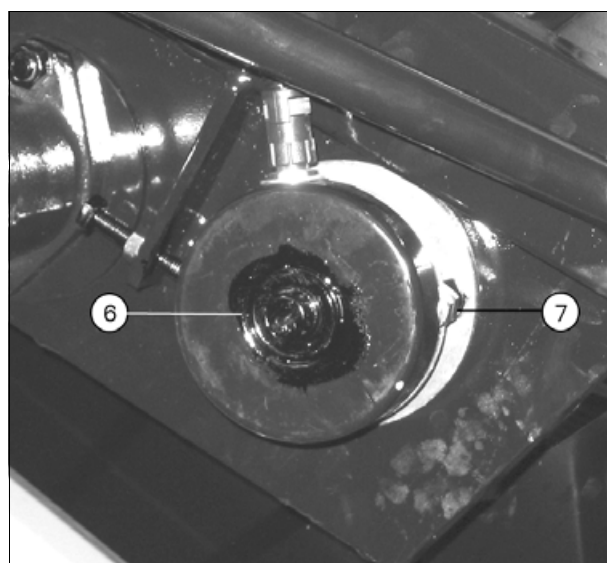

Рис. 10.
6. Снимите датчик частоты вращения рис. 10.
7. Снимите фланцевый подшипник. Ослабьте запорное кольцо подшипника и снимите подшипник с вала. (рис. 10)